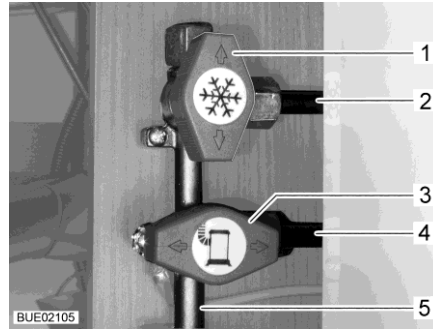

Bild 99 Läge Gasavstängningsventiler (exempel)
- Ställ gasavstängningsventilen för respektive gasapparat parallellt (Bild 99,3) med den ledning (Bild 99,4) som går till gasapparaten.
- Ställ gasavstängningsventilen för respektive gasapparat tvärs (Bild 99,1) mot den ledning (Bild 99,2) som går till gasapparaten.